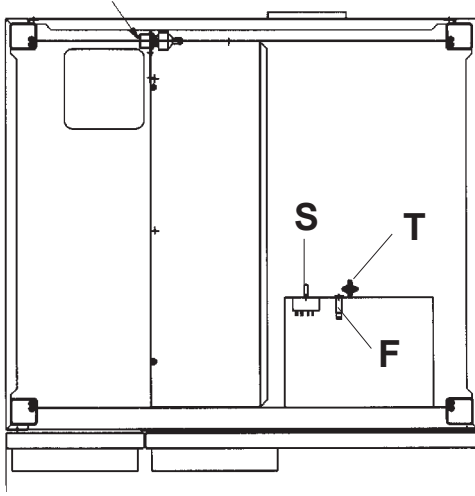

Fig. 3
- 7.1 Termostato de seguridad compartimiento de calentamiento (fig. 3)**, de reposición manual, interviene deshabilitando el calentamiento. El acceso se tiene sacando la caja completa del cuadro de mandos de modo que se obtenga la reposición del botón "T" del termostato situado en la cara exterior del compartimiento de calentamiento.
7.2 El equipo está dotado de un fusible "F" (fig. 3) (de 5 A F, de actuación rápida y poder de corte de 35A) para proteger el circuito auxiliar, véase el esquema eléctrico. Este está ubicado detrás del cuadro de mandos. Para su sustitución desenroscar el tapón de sujeción, luego sustituir el componente dañado por otro de igual capacidad; este valor está indicado en la placa situada en coincidencia con el mismo.
- El regulador de energía está dañado o desajustado (girar el mando "S" (fig. 3)).